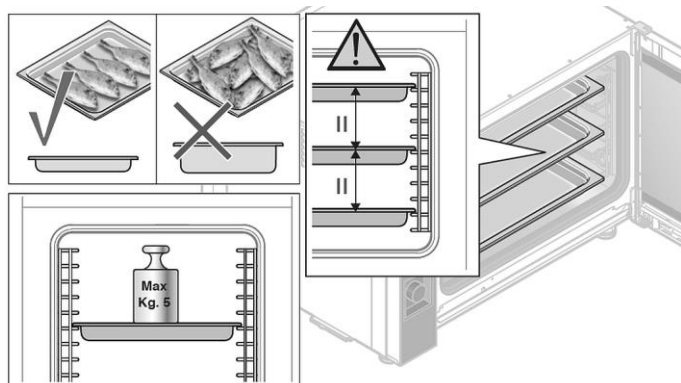

Fig. 18
- Per garantire un trattamento termico ideale e uniforme delle pietanze, si consiglia l'uso dei contenitori GN o di teglie da forno non troppo alte in modo da assicurare una buona e adeguata circolazione dell'aria (fig. 18).